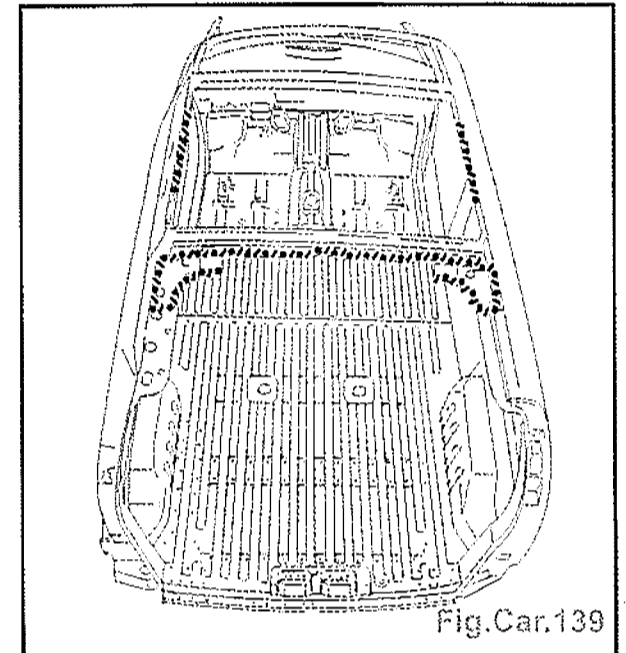

Fig.Car.139
- Appliquer un mastic d'étanchéité et de soudage (A2) (Fig.Car.139).